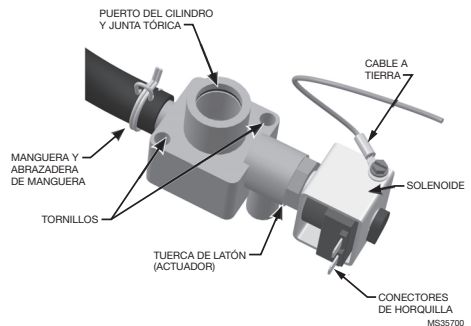

Fig. 14. Válvula de desagüe
7. Vuelva a armar el actuador y asegúrese de orientar el extremo cerrado del resorte tal como se muestra en la Fig. 14. Ajuste la tuerca de latón $\frac{1}{4}$ después de apretarla con la mano.